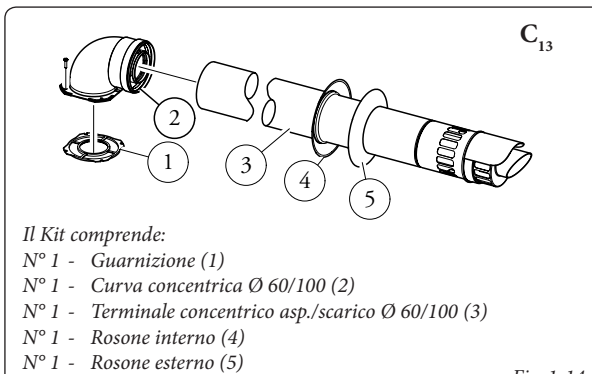

Fig. 1-14
Kit orizzontali di aspirazione - scarico \varnothing 60/100. Montaggio kit (Fig. 1-14): installare la curva con flangia (2) sul foro centrale della caldaia interponendo la guarnizione (1) posizionandola con le sporgenze circolari verso il basso a contatto con la flangia di caldaia e serrare con le viti presenti nel kit. Innestare il tubo terminale concentrico \varnothing 60/100 (3) con lato maschio (liscio), nel lato femmina della curva (2) sino a portarlo in battuta, accertandosi di avere già inserito il relativo rosone interno ed esterno, in questo modo si otterrà la tenuta e la giunzione degli elementi che compongono il kit.